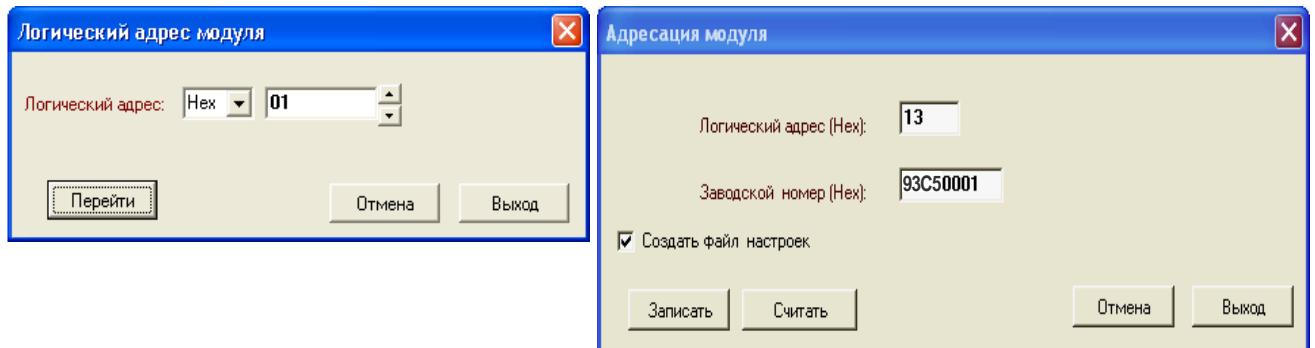

Рис. 10.
3.2.5.4 В нижнем окне основной формы тестовой программы «Tcontr7» отображается обмен с модулем СЭ-08Е, а в нижней подстроке отображаются текущий заводской номер, логический адрес и файл настроек. При нажатии кнопок «Заводской номер» и «Логический адрес» в нижней подстроке или третьей и четвёртой кнопок слева во втором верхнем ряду основной формы появляются окна, показанные на рис. 10, с помощью которых производятся операции по заданию и изменению логического адреса. Из меню «Конфигурация» также можно выбрать строки «Изменение логического адреса» и «Запись логического адреса».